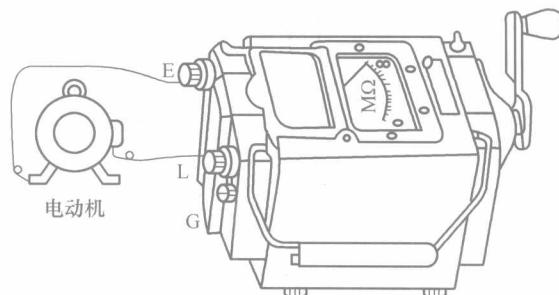

图 1-8 兆欧表及其测量时连接示意图
兆欧表主要由一台小容量、输出高电压的手摇直流发电机和一只磁电系比率表及测量线路组成,因此又称为摇表(见图 1-8)。兆欧表主要用于测量电动机的绝缘电阻,使用方法如下:
① 测量前,需使被测设备与电源脱离,禁止在设备带电状态下进行测量。
② 使用前应先对兆欧表进行检查,方法是:将兆欧表水平放置。“线(L)”与“保护环”或“屏蔽(G)”端子开路时,表针应在自由状态。然后将“线(L)”与“地(E)”端子短接,按规定的方向缓慢摇动手柄,观察指针是否指向“0”刻度。若不能,则兆欧表有故障,不能用于测量。
③ 测量前要将被测端短路放电,以防止测试前设备电容储能在测量时放电,危及操作者人身安全或损坏兆欧表。
④ 测量时一般只使用兆欧表的“线(L)”和“地(E)”两个接线端接被测对象,如图 1-8 所示。
⑤ 连接兆欧表与被测对象宜使用单股导线。
⑥ 手柄摇动的速度尽量保持在 120 r/min,待指针稳定 1 min 后进行读数。
⑦ 测试完毕,先降低手柄摇动的速度,并将“线(L)”端子与被测对象断开,然后停止摇动手柄,以防止设备的电容对兆欧表造成损害。注意此时手勿接触导电部分。